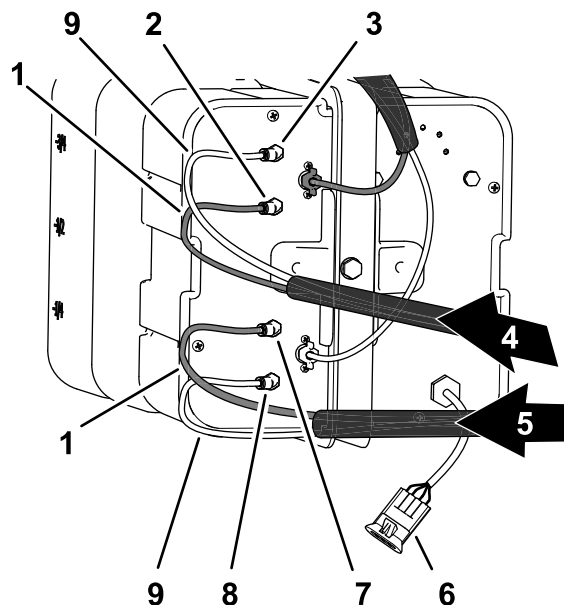

Figura 22
1. Ghidai tuburile de spumă pentru brațul drept așa cum se arată în Figura 22.
2. Introducere tubul transparent în fiteingul de aer de pe placa laterală a compresorului (Figura 22).
3. Introducere tubul albastru în fiteingul de lichid de pe placa laterală a compresorului (Figura 22).
4. Ghidai tuburile de spumă pentru brațul stâng așa cum se arată în Figura 22.
5. Introduceți tubul transparent în fittingul de aer de pe placa laterală a compresorului (Figura 22).
6. Introduceți tubul albastru în fittingul de lichid de pe placa laterală a compresorului (Figura 22).